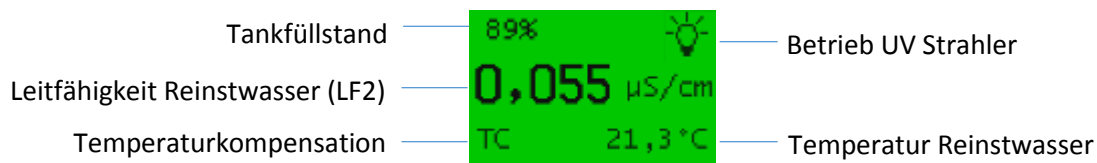

Abbildung 14: Hauptanzeige
Die Hauptanzeige (siehe Abbildung 14: Hauptanzeige) erscheint automatisch nach dem Einschalten des Gerätes. Sie gibt Ihnen Auskunft über den aktuellen Systemzustand und zeigt Ihnen den am Entnahmepunkt gemessenen Wert der Leitfähigkeit (LF2) in der eingestellten Einheit ($\mu\text{S}/\text{cm}$ oder $\text{M}\Omega\text{cm}$) sowie die Temperatur des Reinstwassers und den aktuellen Tankfüllstand an. Des Weiteren wird angezeigt, ob die Messung der Leitfähigkeit mit Temperaturkompensation (TC) oder ohne (NTC) erfolgt. Das Lampensymbol gibt Auskunft über den Betriebszustand des UV Strahlers (nur bei OmniaTap UV und UV/UF), eingeschaltet: Lampensymbol wird angezeigt.